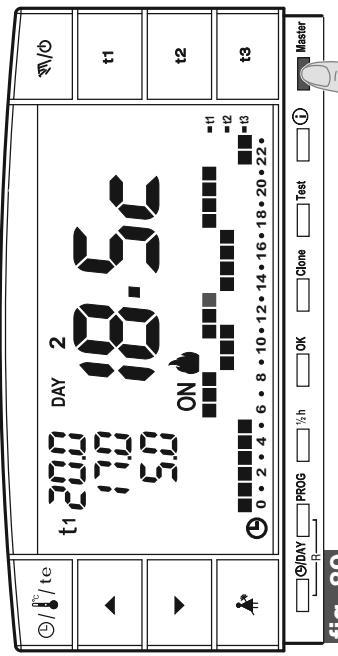

fig. 89
- Pulsar por un instante el botón “**Master**” para que en la pantalla desaparezca el mensaje **Máster**, el cronotermostato sigue funcionando según programación y las zonas asignadas al máster vuelven a ser controladas por los respectivos transmisores (ejemplo fig. 89).